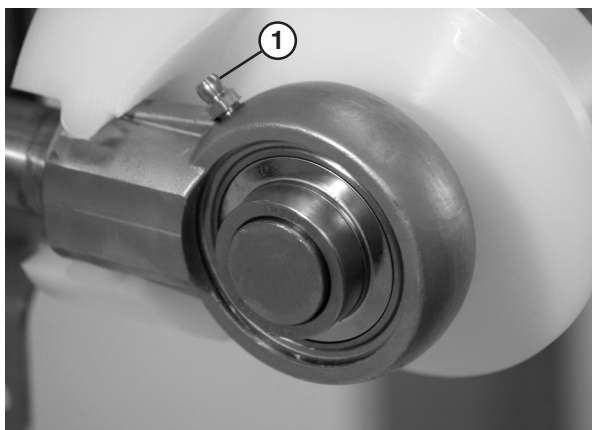

Figure 28
1. Ajoutez du lubrifiant au palier à l'aide de l'embout de graissage (**Figure 28, item 1**) situé à l'extérieur de l'assemblage d'arbre du palier.